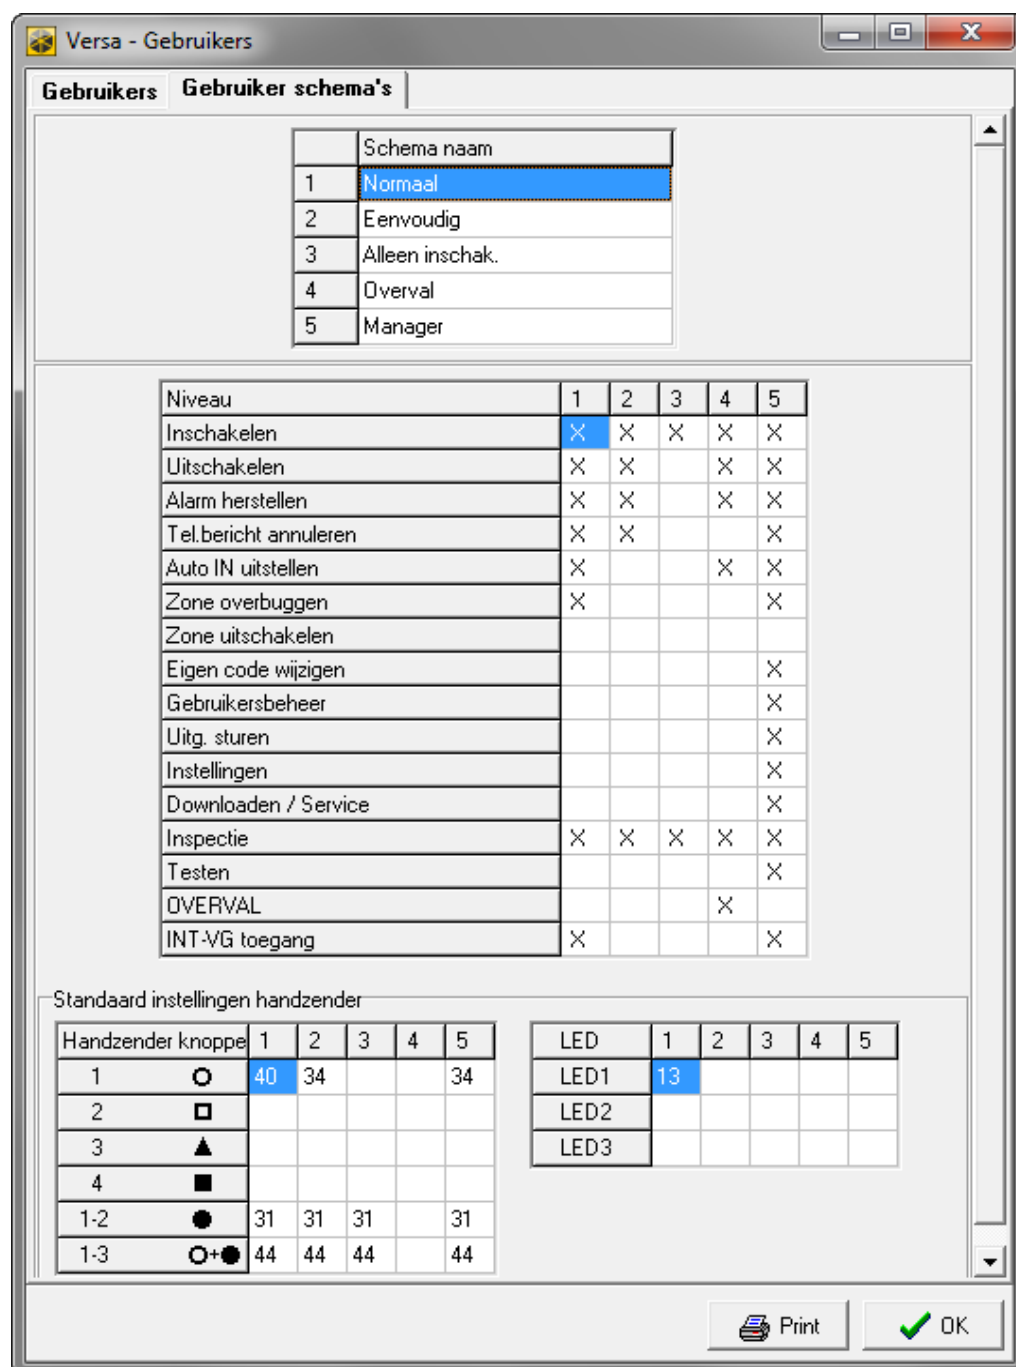

Fig. 27. DLOADX programma: "Gebruiker schema's" tabblad in het "Versa – gebruikers" scherm.
- DLOADX programma: "Versa – Gebruikers" scherm → "Gebruiker schema's" tabblad (Fig. 27).